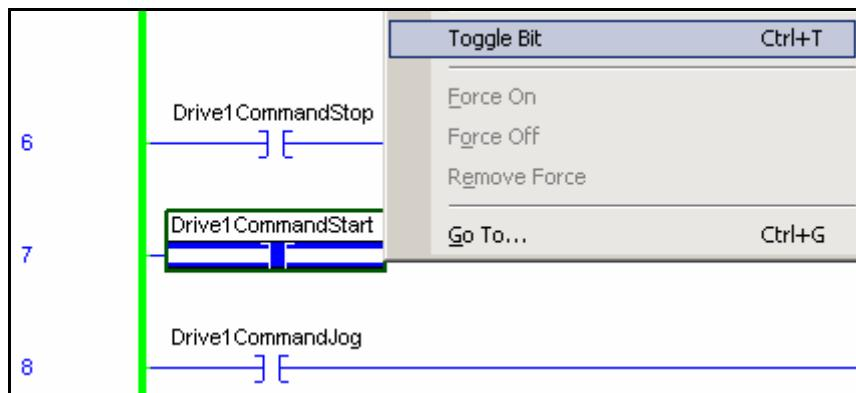

图 3-94 触发起动位
36. 将标签 Drive1Reference 值设为 300，即将变频器给定频率设为 30Hz。右键单击 Drive1CommandStart，并选择 Toggle Bit (触发该位)，起动控制程序，如图 3-94 所示。变频器以设定频率 30Hz 运行。